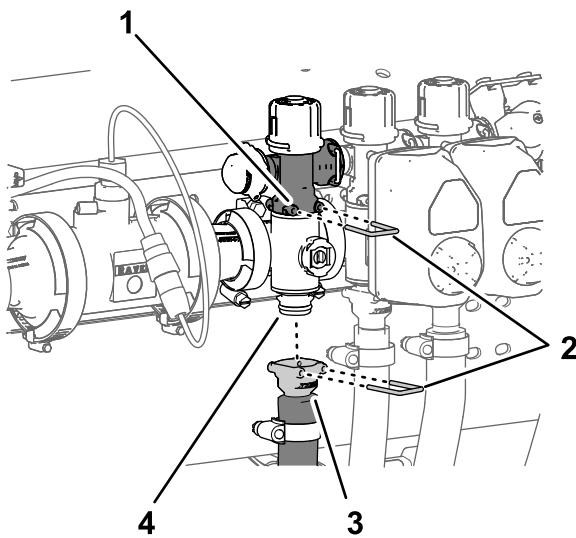

Bild 110
1. Entfernen Sie den Schnellkupplungsstift, mit dem die Schnellkupplung für das Abschnittsicherheitsventil am Abschnittsverteiler befestigt ist (Bild 110).
- Entfernen Sie den Schnellkupplungsstift, mit dem die Schnellkupplung für den Abschnittzulaufschlauch am Verteiler für das Schnellkupplungsanschlussstück des Abschnittverteilerventils befestigt ist (Bild 110).